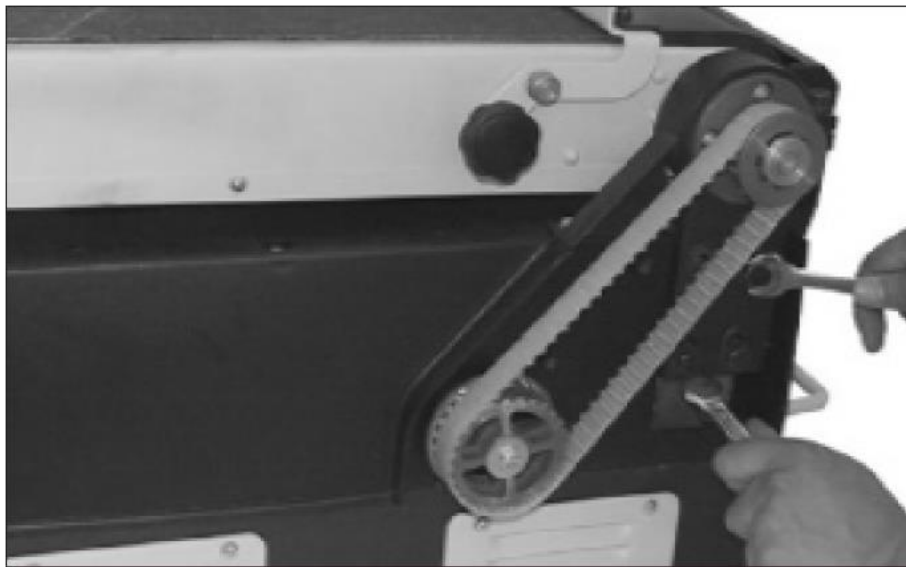

Рис. 23
6. Проверьте натяжение ремня, положив пальцы по обе стороны от ремня и сжав их. Ремень должен "поддаваться", или прогнуться, примерно на 6 мм [1/4 дюйма]. (См. рис. 23)